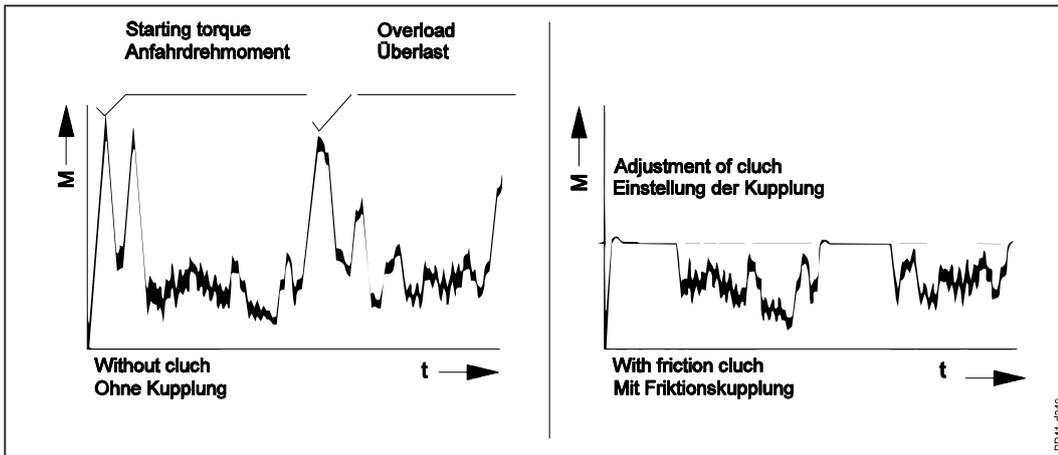

Fig. 5-2
**Fig. 5-2** Um eine lange Lebensdauer für Schlepper und Maschine sicherzustellen, ist die Maschine mit einer Rutschkupplung in der Gelenkwelle zwischen Schlepper und Maschine ausgerüstet.
Fig. 5-2 illustriert, wie die Kupplung die Transmission gegen hohe Momentenspitzen sichert, und gleichzeitig imstande ist, das Moment hoch zu halten während sie gleitet.